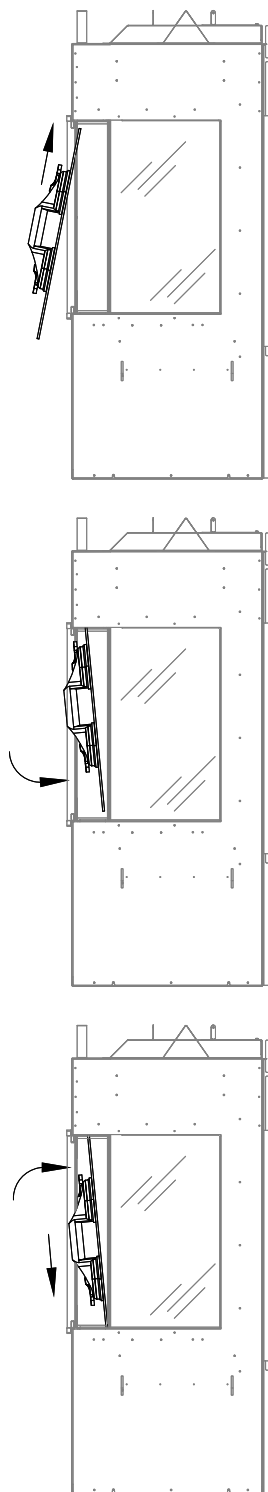

Figure 4.7 - Installation de la vitre de façade du foyer
2. Installez la vitre de façade. En l'installant, il peut être utile de commencer par les fixations inférieures déjà installées mais dont les écrous sont desserrés. En soulevant la vitre pour la mettre en place (Voir Figure 4.7), éloignez-la un peu du côté n'ayant pas encore de vitre latérale installée. Vous pouvez glisser la vitre de côté pour l'insérer dans la bande d'étanchéité en silicone de la vitre latérale précédemment installée.